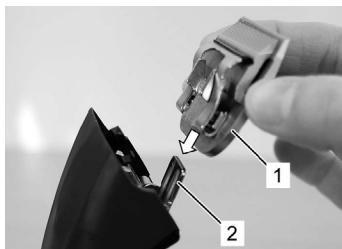

Fig. 15
6. Monter det foretrukne skærehoodet på bladhængslet og vip det på plads på den tændte klipper med et let tryk (fig. 15, 16, 17).